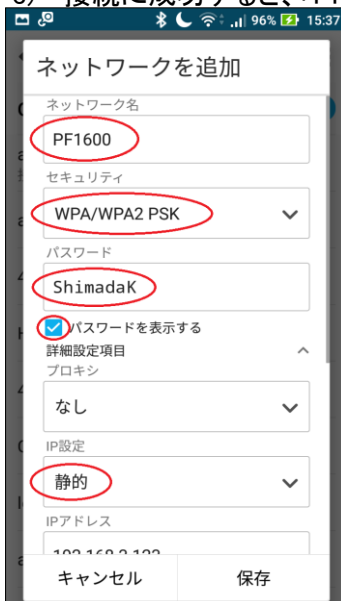

図12.1.3
- 「ネットワークを追加」画面で下記の設定を行い、画面右下の「保存」をタップします。(図12.1.3と4参照)